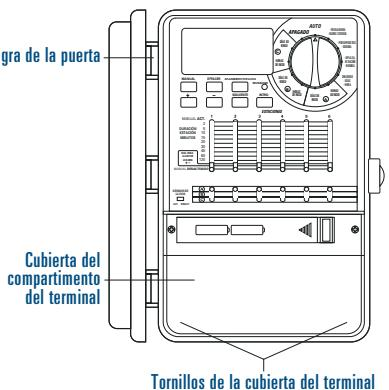

Ilustración A1: Tapa del terminal
- Extraiga la "Tapa del terminal" destornillando los dos tornillos y empujando la tapa de plástico, descubriendo la "Placa inferior CA". [Ilustración A1]